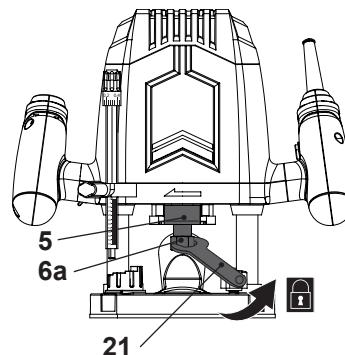

Fig. 5
> Pressione o botão de bloqueio (5) e mantenha-o nessa posição enquanto aperta a porca de fixação (6a) com a chave (21) (Fig.5).